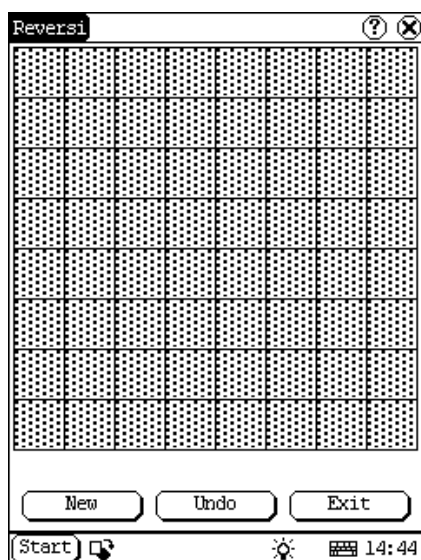

Рисунок 4-14
- 1) В всплывающем меню "Игры" выберите 'Reversi', чтобы открыть шахматную доску.(см. рисунок 4-14)